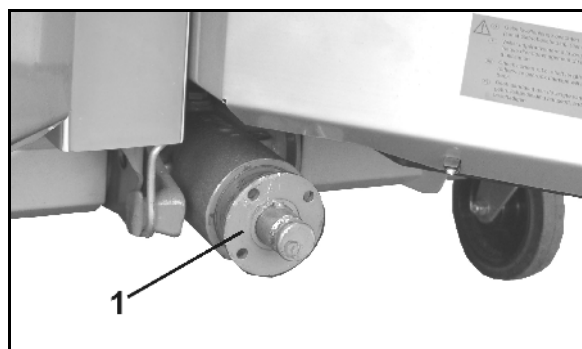

图 37
1. 用一个拔取器从齿轮箱输入轴上拔下法兰轴套（图 37/1）。